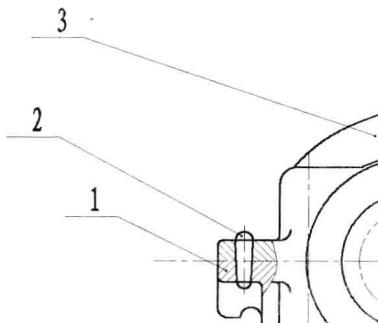

图 7-5-12
(9) 用同样的方法，创建序号 2、3，如图 7-5-12 所示。
(10) 单击“注释”选项卡，在“多重引线”面板中单击“对齐”按钮 A